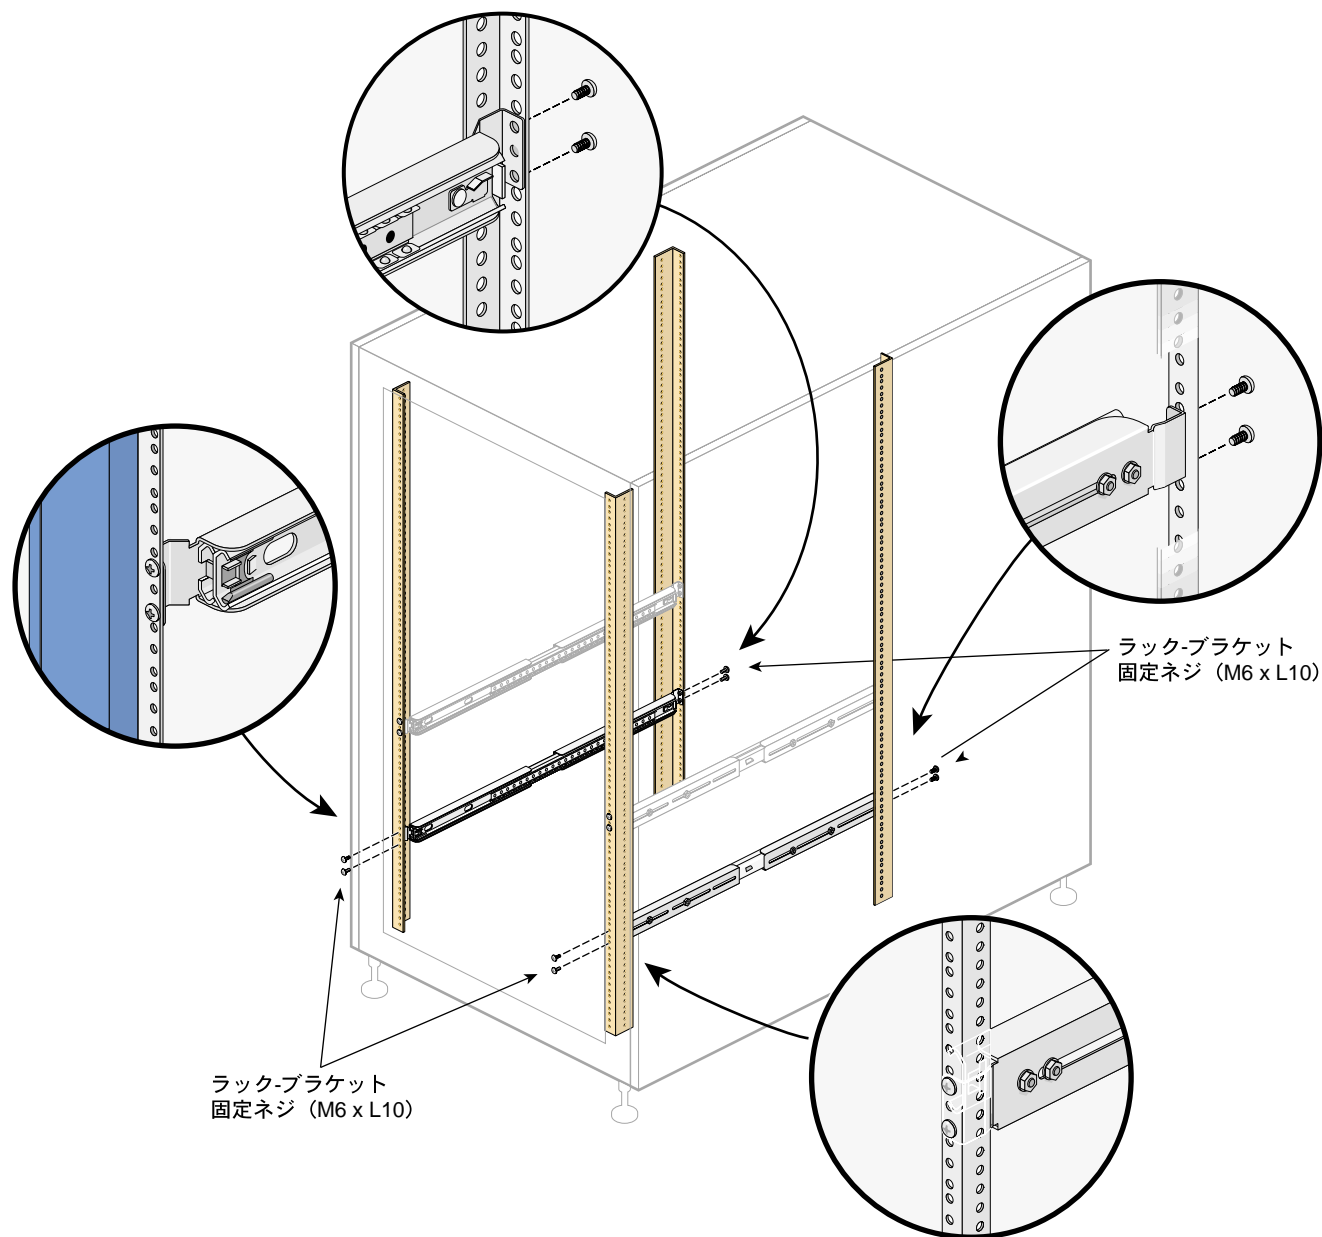

図 4-12 ラックへのスライドレールの取り付け
4. 以下のようにしてスライドレールをラックに取り付けます (図 4-12 を参照)。